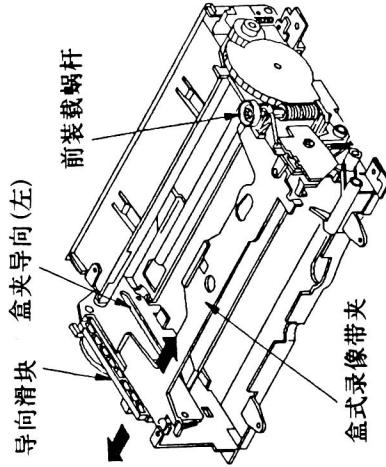

图28
- 步骤: ①用手转动蜗轮直到盒式磁带夹中门固定到盒式磁带进入状态;
②如图28所示, 朝外移动盒夹导向L, 从盒式磁带夹中门上取下导向滑块, 然后从盒夹导向L上取下导向滑块;
③重新安装时, 与上述步骤相反;
④用手转动前装载蜗轮齿, 将盒式磁带夹中门设定到盒式磁带退出状态。